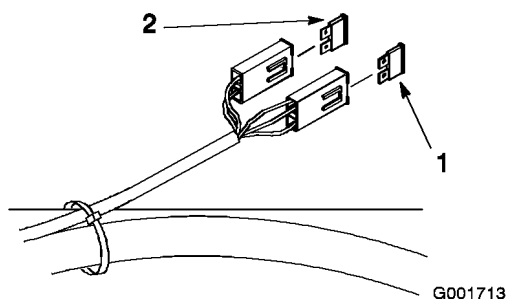

Figura 43
1. Desenganche el asiento y levántelo para tener acceso al portafusibles (Figura 43).
3. Instale un fusible nuevo (Figura 43).